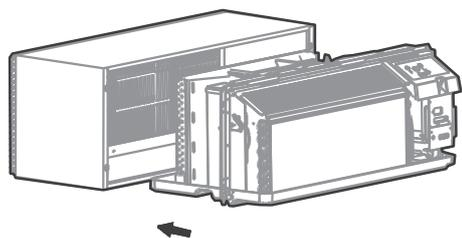
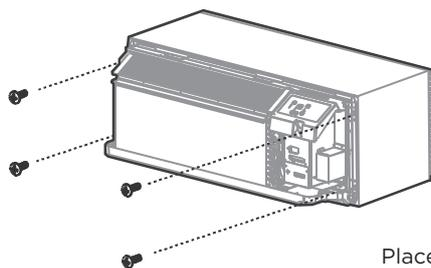

Fig. 10
Fig. 11
- Soulevez l'appareil et glissez-le dans le manchon mural jusqu'à ce qu'il soit fermement appuyé contre l'avant de celui-ci et fixez-le à l'aide de 4 vis et rondelles (fournies dans l'ASSEMBLAGE DU MANCHON) à travers les trous de la bride de l'appareil. (Voir Fig. 10 et Fig. 11)